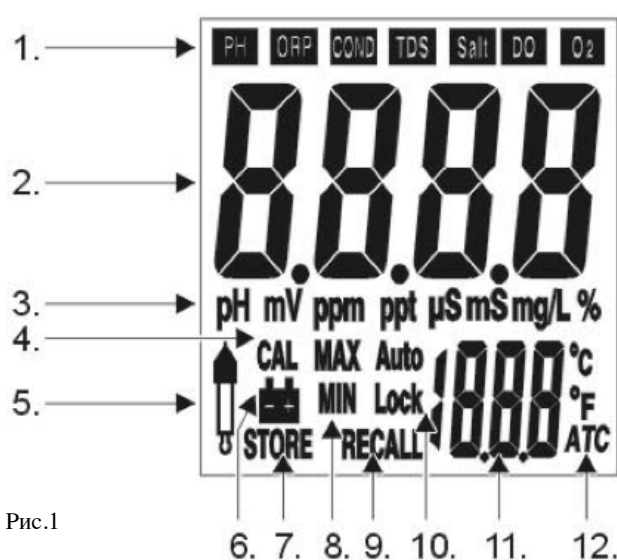

Рис.1
1. Если заряд элементов питания станет слишком низким для работы прибора, на дисплее появится соответствующий индикатор (см. п.6, Рис.1). Это означает, что элементы питания пора заменить на новые.